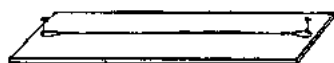

图 1
1. 用尖嘴钳把钢丝的两端绕成直径约为 5 毫米的小环，因钢丝较硬，弯曲时当心不要弄断。取一块长约 500 毫米、宽约 50 毫米、厚约 10 毫米的废木板，用两枚小圆钉分别插入钢丝两端的小环内，把钢丝拉直后，钉牢在木板上，成图 1 的样子。